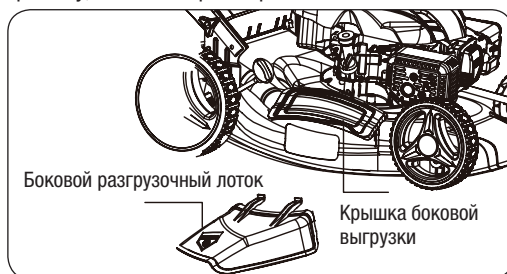

Рис. 8
**СБОРКА БОКОВОГО РАЗГРУЗОЧНОГО ЛОТКА (Рис. 8).****⚠ ПРИМЕЧАНИЕ**